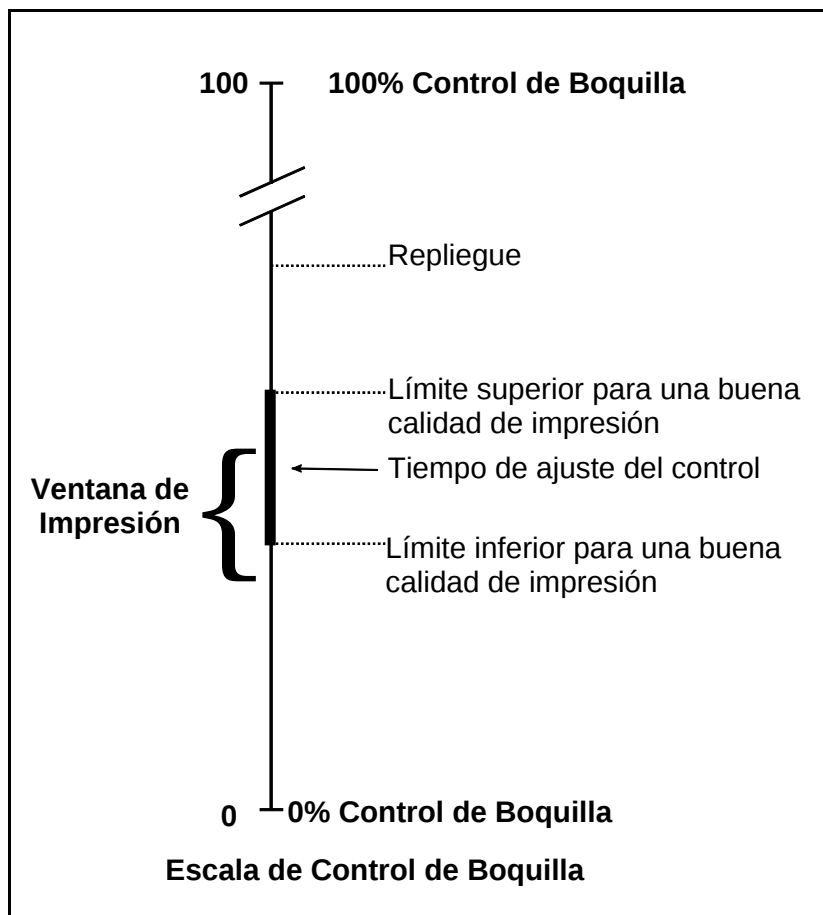

Figura 6-32. Ajuste del Control de Boquilla
5. Ajuste el control de boquilla a mitad de camino entre los límites superior e inferior de una buena calidad de impresión determinada en el paso 4. (Vea la Figura 6-32). Compruebe que el número de satélites que se fusionan hacia adelante, si están presentes cerca del punto de rotura, sea de tres o menos.